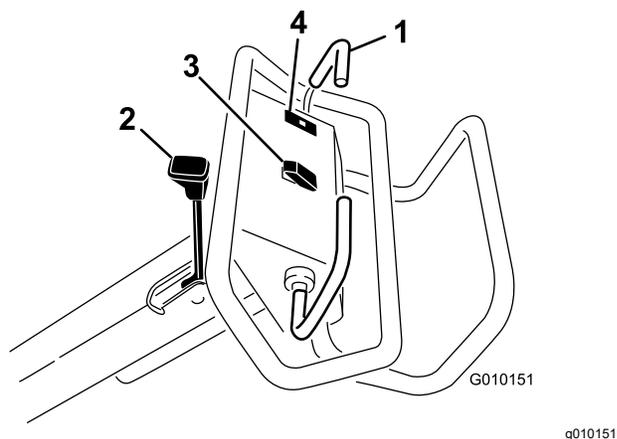

Figura 13
Para desplazarse hacia adelante, mueva la barra de tracción hacia adelante. Para desplazarse hacia atrás, mueva la barra de tracción hacia atrás (Figura 13).
- Para poner el freno de estacionamiento, mueva la palanca del freno de estacionamiento hacia el manillar del operador (Figura 13).
El indicador de advertencia de la presión del aceite (Figura 13) se enciende cuando la presión de aceite del motor cae por debajo de un nivel seguro. Si se produce una baja presión del aceite, apague el motor e investigue la causa. Repare la avería antes de arrancar el motor de nuevo.
**Elevar** – pulse la parte superior del interruptor (Figura 13) para elevar y desengranar el cabezal de perforación. El motor debe estar en marcha para generar presión de elevación. Si el cabezal de perforación está más bajo que la altura de transporte, consulte Reinicio del circuito de control del sistema (página 27).
**Bajar/Engranar** – pulse la parte inferior del interruptor (Figura 13) para bajar y engranar el cabezal de perforación. La barra de tracción debe estar en la posición de marcha hacia adelante para activar el interruptor.